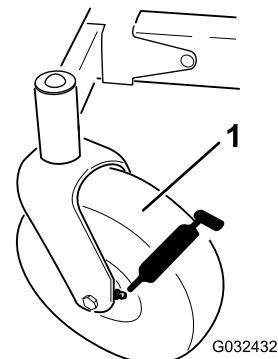

Figura 34
3. Limpie con un trapo los puntos de engrase (Figura 34).
4. Conecte una pistola de engrasar a cada punto de engrase (Figura 34).